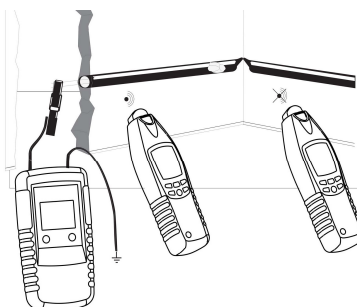

figure 9
- Connectez l'émetteur à la bobine métallique et à la terre auxiliaire comme sur la fig. 9.